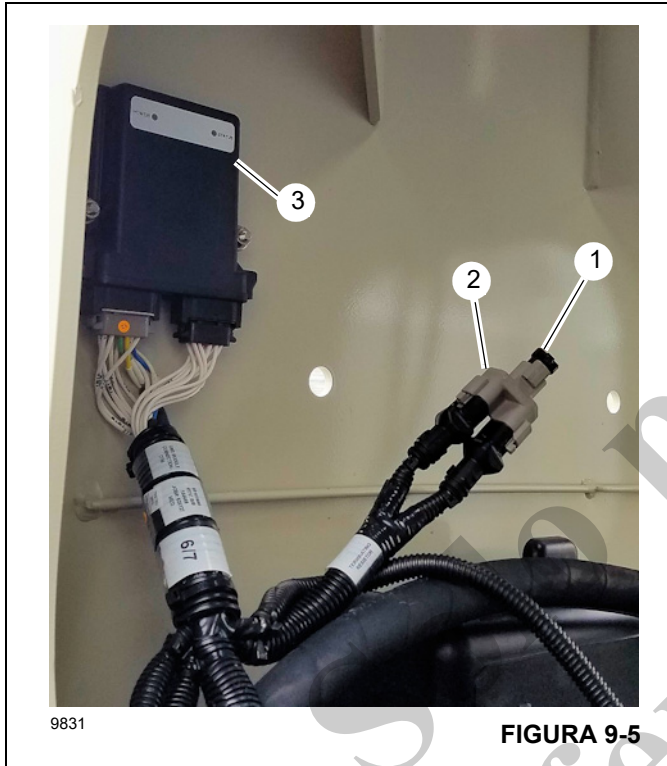

FIGURA 9-5
1. Fije la resistencia de terminación (1, Figura 9-5) y el divisor Deutsch (2) cerca del módulo de aceleración OMS (3) en el lado del conductor del chasis de la grúa.